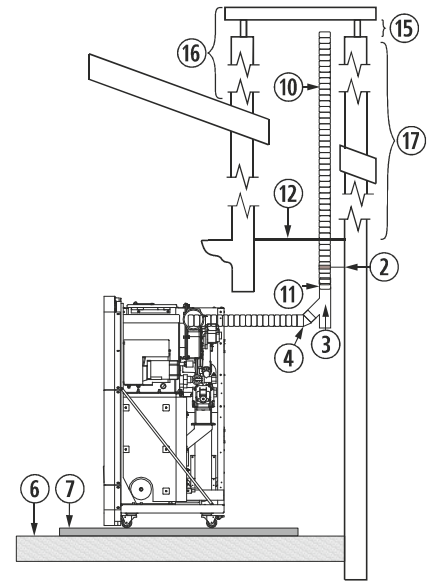

Figura 8
4.26. A instalação de um encastrável numa chaminé de obra pode ser feita em toda a sua totalidade em tubo flexível, tal como indicado na *figura 8*. Devemos ter especial cuidado na hora de realizar o isolamento entre a chaminé e o tubo da saída de gases para evitar possíveis retrocessos de gases em caso de tempestade.
②	Abraçadeira de união de aço inox.
③	Tê de 135° com registro.
④	Curva de 45°.
⑥	Chão de madeira.
⑦	Protector de chão incombustível.
⑩	Tubo de aço inox flexível.
⑪	União adaptadora de flexível a rígido.
⑫	Isolante anti-retrocesso.
⑮	Mínimo 200mm.
⑯	Deve ultrapassar o teto em 1 metro.